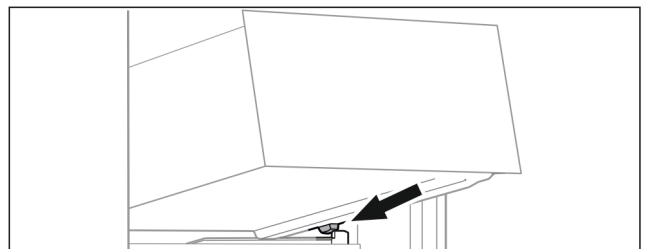

Fig. 71
- ▶ Placer le tiroir, en l'inclinant, derrière les butées sur la nervure de récipient. (voir Fig. 71)